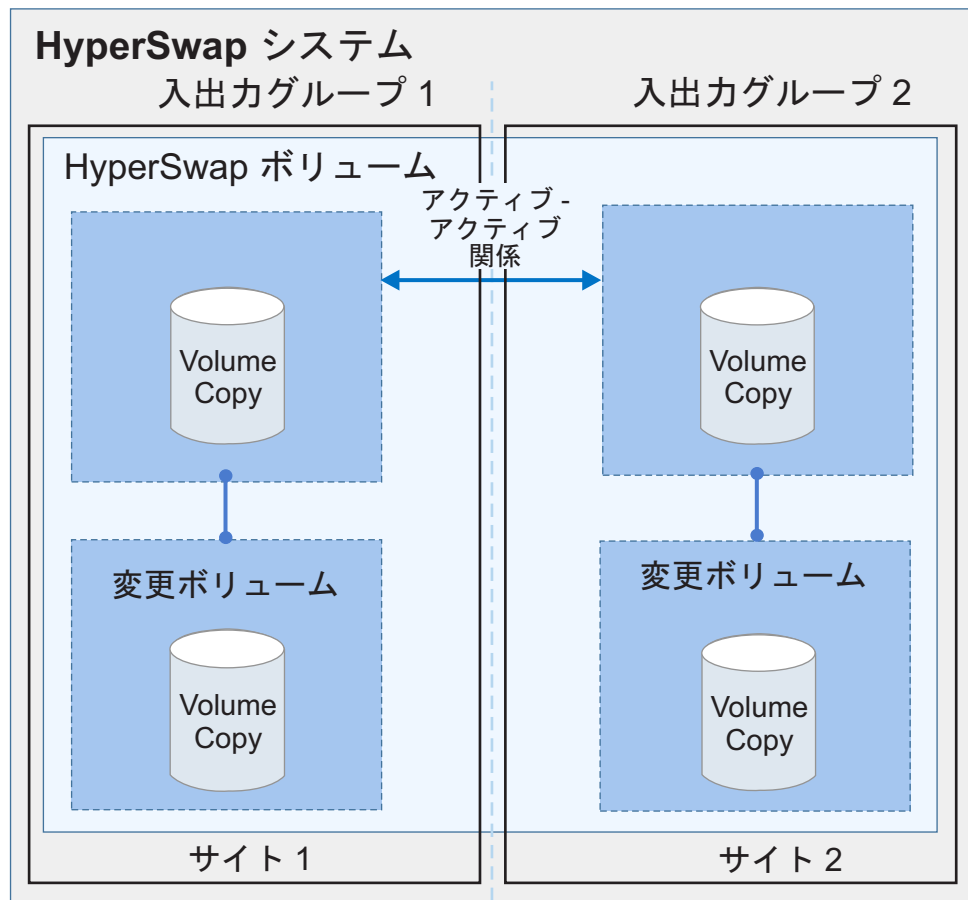

図 6. HyperSwap ボリュームの例
- *HyperSwap* ボリューム。単一のボリュームのコピーが、それぞれ異なるサイトの別々のストレージ・プールに置かれます。ボリュームは、7 ページの図 6 に示すように、異なるサイトにある 2 つの入出力グループにキャッシュされます。これらのボリュームは、システム・トポロジーが *HyperSwap* である場合にのみ作成できます。